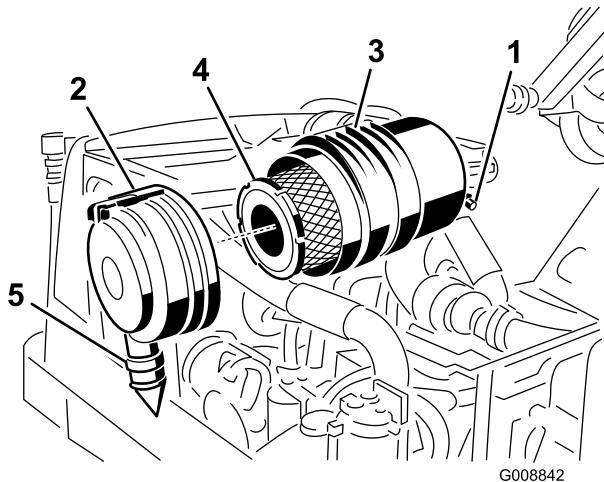

Bild 54
Warten Sie den Luftfilter nur, wenn die Wartungsanzeige dies angibt (Bild 54). Das frühzeitige Auswechseln des Luftfilters erhöht nur die Gefahr, dass Schmutz in den Motor gelangt, wenn Sie den Filter entfernen.
- Ziehen Sie den Riegel nach außen und drehen Sie die Luftfilterabdeckung nach links (Bild 54).
- Entfernen Sie den Hauptfilter (Bild 54). Das Reinigen eines verwendeten Elements wird nicht empfohlen, da das Filtermedium beschädigt sein könnte. Prüfen Sie den neuen Filter auf Versandschäden, prüfen Sie das Dichtungsende des Filters und des Körpers. Verwenden Sie nie ein
- 3. Wechseln Sie den Hauptfilter aus (Bild 54).
- 6. Setzen Sie die Abdeckung ein, richten Sie das Gummiablassventil (Bild 54) nach unten, ungefähr